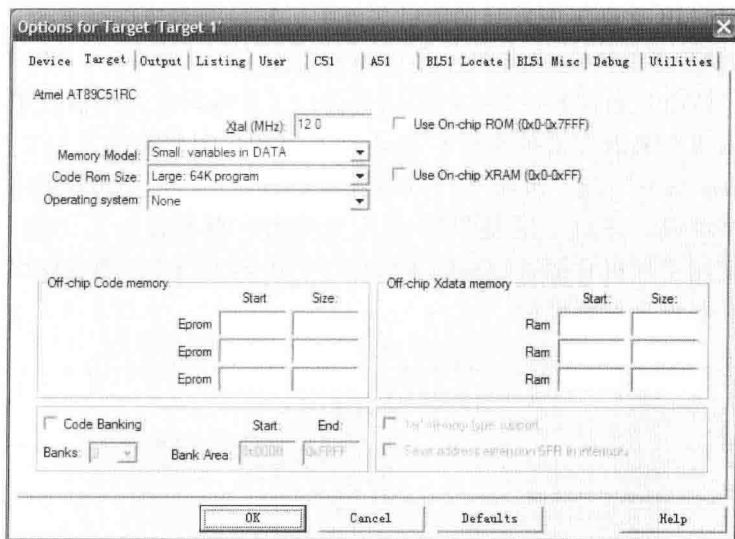

图 1-7 “Options for Target 'Target 1'”对话框
3) 为目标设定工具选项 单击图标  或执行菜单命令“Project”→“Options for Target”，将会出现“Options for Target 'Target 1'”对话框，如图 1-7 所示。在“Target”选项卡中可以对目标硬件及所选器件片内部件进行参数设定。表 1-1 描述了“Target”选项卡的选项说明。